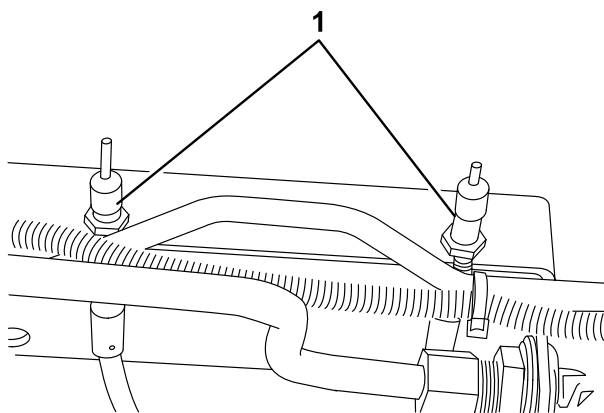

Bild 72
2. Lockern Sie zum Reduzieren des Spiels der Bremspedale die vordere Mutter am Gewindeende des Bremszugs (Bild 72). Ziehen Sie dann die hintere Mutter an, um den Zug nach hinten zu bewegen, bis die Bremspedale 1,25 bis 2,5 cm Spielraum haben. Ziehen Sie die vorderen Muttern fest, wenn die Bremsen einwandfrei eingestellt sind.